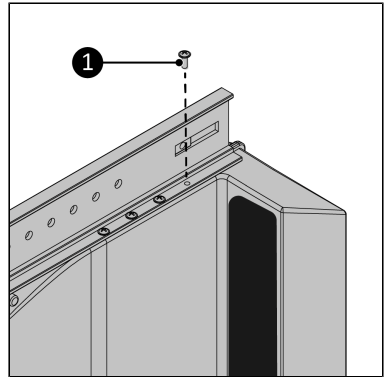

Abbildung 122.
6. Schrauben Sie die Hauptschiene mit den acht 3,5 x 12 mm Schrauben (Abbildung 122, Pos. 1) am Way-out fest. Stellen Sie sicher, dass alle Schraubenlöcher übereinstimmen.